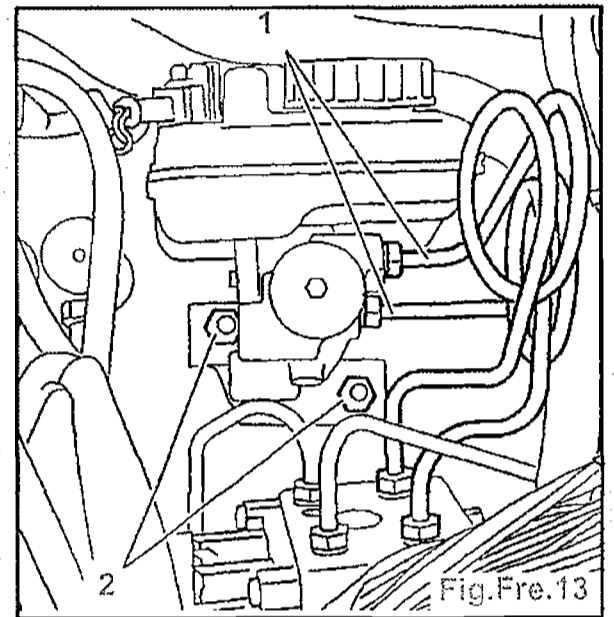

Fig.Fre.13
- Désaccoupler les tuyaux de freins (1) (prévoir l'écoulement du liquide de frein) (Fig.Fre.13).